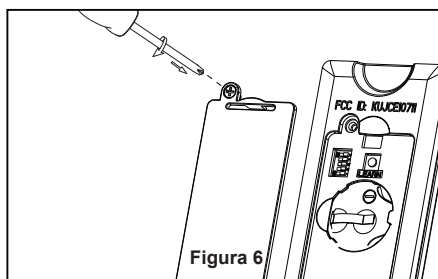

Figura 6
- ☐ 6. Asegure el vidrio en la unidad de luz LED girándolo en el sentido de las agujas del reloj. Gire el vidrio gradualmente **hasta que encaje en la unidad de luz LED**. Sin apretar demasiado. (Figura 6)
- ☐ 6. Vuelva a colocar la cubierta de la batería en el mando a distancia con un tornillo retirados previamente. (Figura 6)